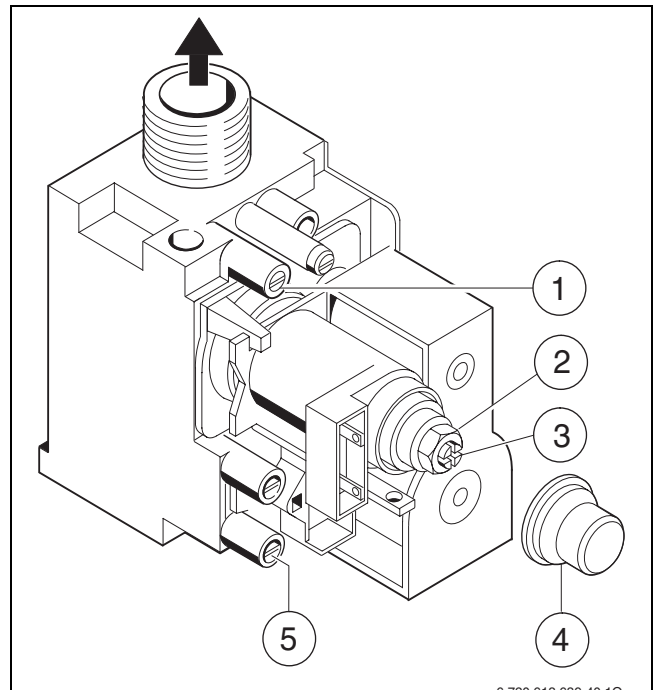

Fig. 28
- ▶ Desfaceți șurubul de etanșitate la punctul de măsurare pentru presiunea duzei (→ fig. 28 [1]) și conectați manometrul cu tub U.
- ▶ Înlăturați capacul (→ fig. 28 [4]).
- ▶ Presiunea duzei indicată pentru „max” se găsește în tabelul de la pagina 43. Reglați presiunea duzei prin intermediul șurubului de reglare a cantității de gaz maxime (2). Rotire spre dreapta - cantitate mai mare de gaze, rotire spre stânga - cantitate mai mică de gaze.